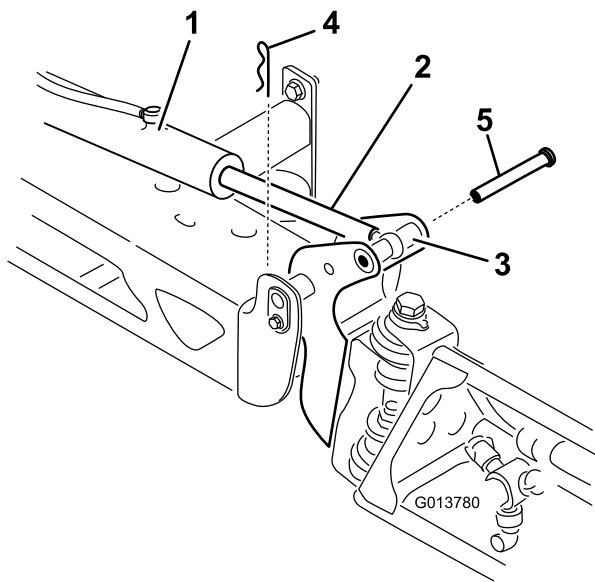

Figure 74
- Retirez la goupille fendue de l'axe de chape (Figure 74).
- Tirez la section vers le haut et retirez l'axe de chape, puis abaissez lentement la section au sol (Figure 74).
7. Tout en soutenant la section de pulvérisation, insérez l'axe de chape dans le pivot de rampe et la tige de vérin (Figure 74).